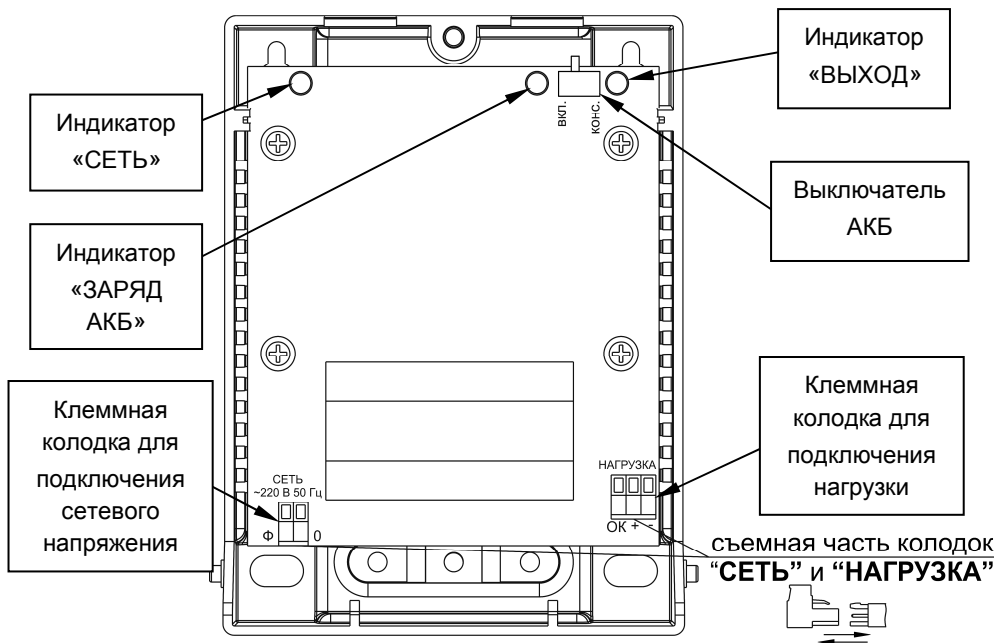

Рисунок 1 – Вид изделия со снятой крышкой
- возможность отключения встроенной АКБ с помощью выключателя АКБ (см. рисунок 1), указанный выключатель предназначен для отключения встроенной АКБ при транспортировке, хранении, или в случае длительного перерыва в эксплуатации изделия;
Изделие оснащено выключателем для включения/выключения встроенной АКБ, имеет две клеммных колодки для подключения входных и выходных проводных соединений и светодиодной индикацией (см. рисунок 1):